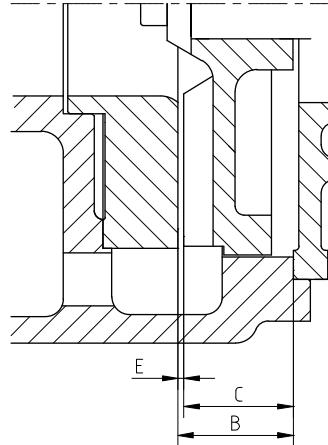

Figura 12: Espacio entre el rodete y la placa de desgaste, soporte del cojinete 1.
- 2 Distancia existente B entre la placa de desgaste y la carcasa de la bomba, vea la figura 12.
- 3 Distancia existente C entre el rodete y la cubierta intermedia, vea la figura 12.